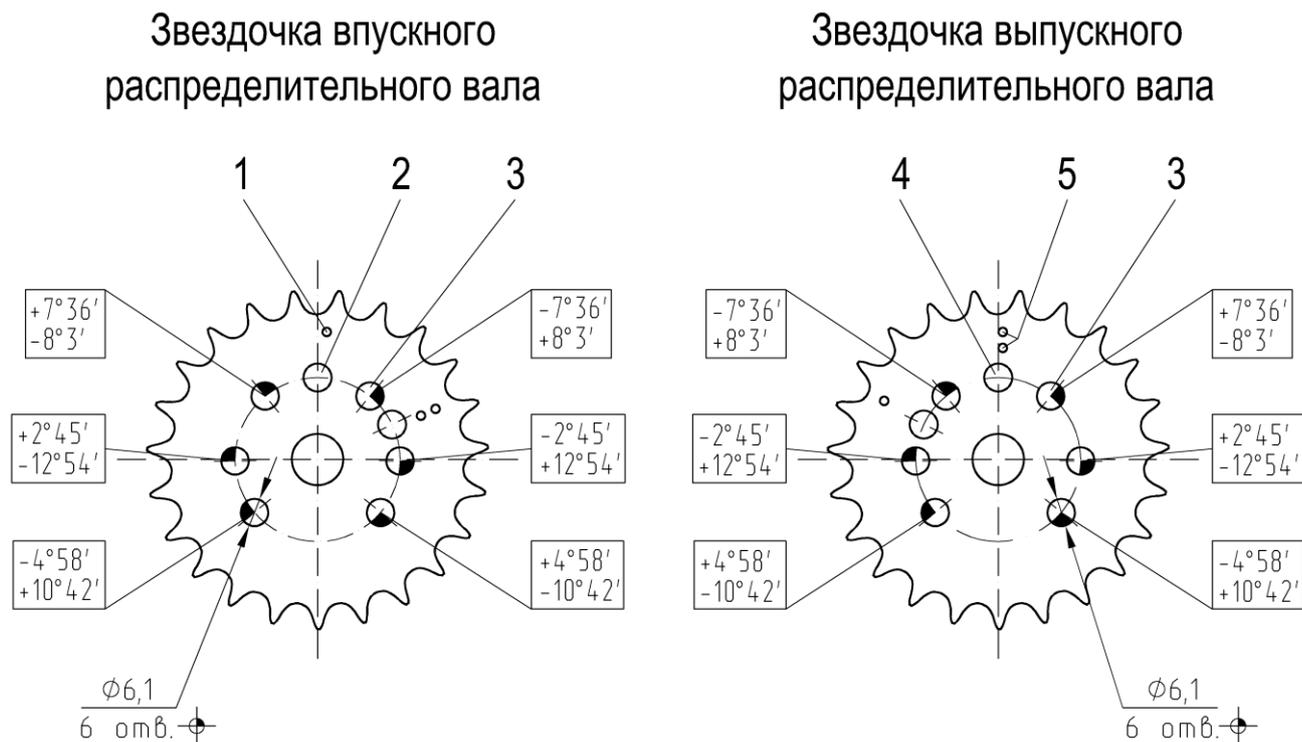

Рис.87. Дополнительные установочные отверстия в звёздочках:
5. По установленному на звёздочке распределительного вала кондуктору 17-Ф-2349 просверлить в каждой звёздочке шесть дополнительных отверстий 3 (рис.87)  $\varnothing 6,1$  мм.
В результате установке звёздочки распределительного вала на одно из дополнительных отверстий получится изменение угла установки распределительного вала, замеряемое с помощью шаблона кулачка и сектора, на величину в соответствии с рис.87.